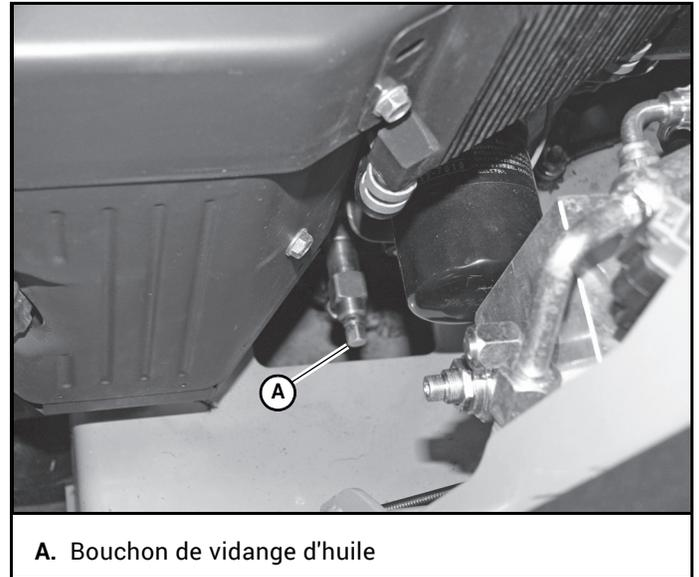

Figure 4-8
1. Localiser le bouchon de vidange d'huile situé sur du moteur. Figure 4-8